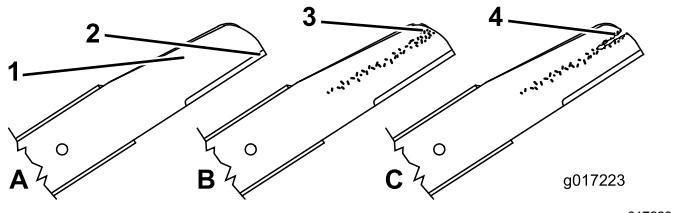

Figura 41
1. Ispécione as extremidades de corte (Figura 41). Se as extremidades não estiverem afiadas ou estiverem amolgadas, retire e afie as lâminas.
2. Ispécione as lâminas, especialmente a área curva ((Figura 41)). Se verificar quaisquer danos, desgaste, ou a formação de ranhuras nesta área, substitua imediatamente por lâminas novas.